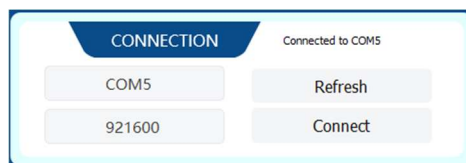

図 15 Connection（接続設定）
- 最初に「Refresh」をクリックします。QDXP-USB が PC に接続されていて、仮想 COM ポートが認識されている場合、Refresh ボタンの左側エリアに仮想 COM ポート名が表示されます（「図 15」画像では「COM5」となっています）。